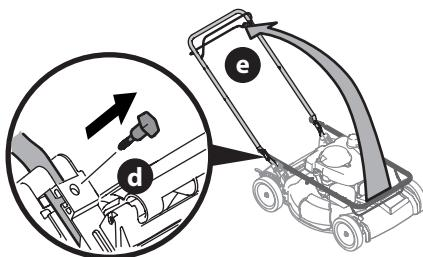

Figura 2
2. Extraiga los pernos T (d) de los soportes de la manija (Figura 2).
3. Mientras estabiliza la cortadora de césped para que no se mueva, gire la manija superior (e) hacia arriba (Figura 2). No prese los cables del control de la transmisión o de la cuchilla mientras levanta la manija.